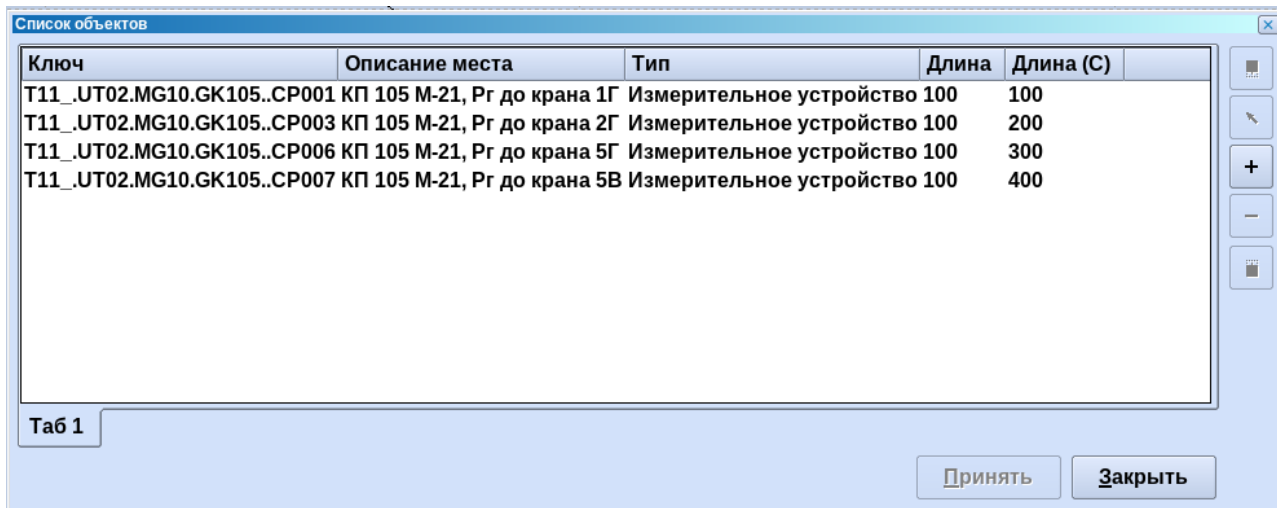

Рисунок 4.38 – Окно редактирования списка ключей
- при нажатии на клавишу появляется окно редактирования списка ключей (Рисунок 4.38);